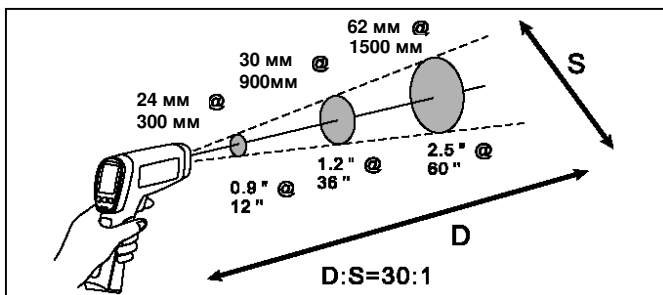

Рисунок 6. Расстояние и размер пятна
С увеличением расстояния (D) до измеряемой области размер пятна (S), в котором производится измерение, также растет. Размер пятна соответствует 90% охваченной энергии. Максимальное значение D:S достигается, когда расстояние от термометра до цели составляет 600 мм (60 см), при этом прибор улавливает излучение от пятна диаметром 20 мм (2 см) (см. рисунок 6).